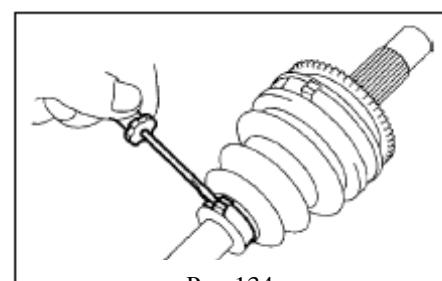

Рис.134
**23. Снимите малый хомут пыльника внешнего ШРУСа помощью отвертки.** (рис. 134)